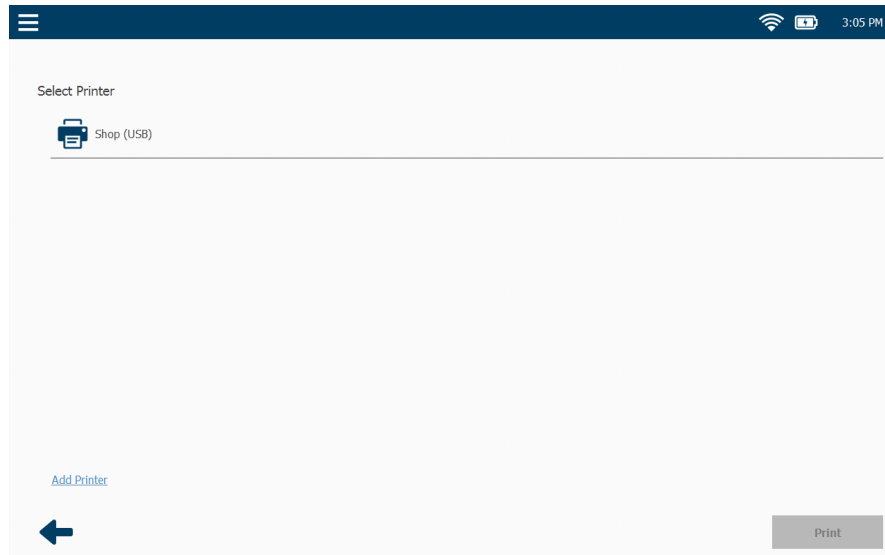

Figura 5.7 Pantalla *Select Printer*
- Toque **Print** para enviar el informe a una impresora usando la pantalla Select Printer (Figura 5.7).